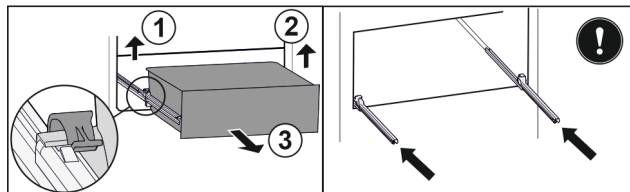

Fig. 144
- Dvignite levo spojko in hkrati povlecite predal levo naprej. *Fig. 144 (1)*
- Dvignite desno spojko in hkrati povlecite predal desno naprej. *Fig. 144 (2)*
- Predal vzemite ven v smeri naprej. *Fig. 144 (3)*